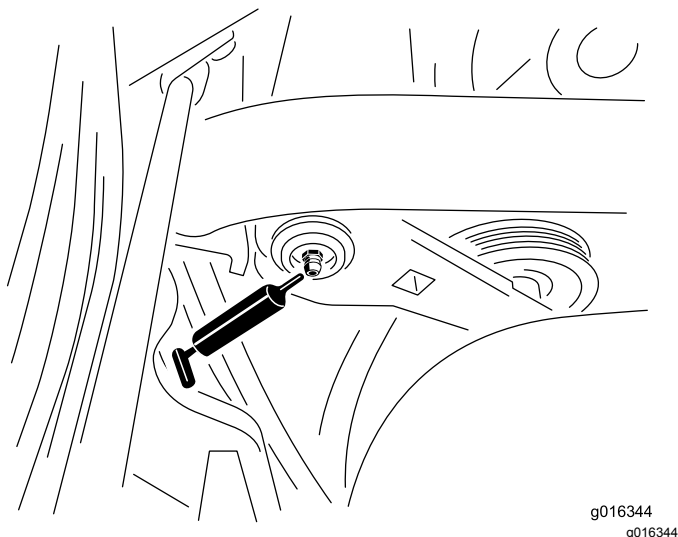

Figura 30
1. Pulite il raccordo di ingrassaggio in modo da non forzare corpi estranei all'interno del cuscinetto o della boccola (**Figura 30**).